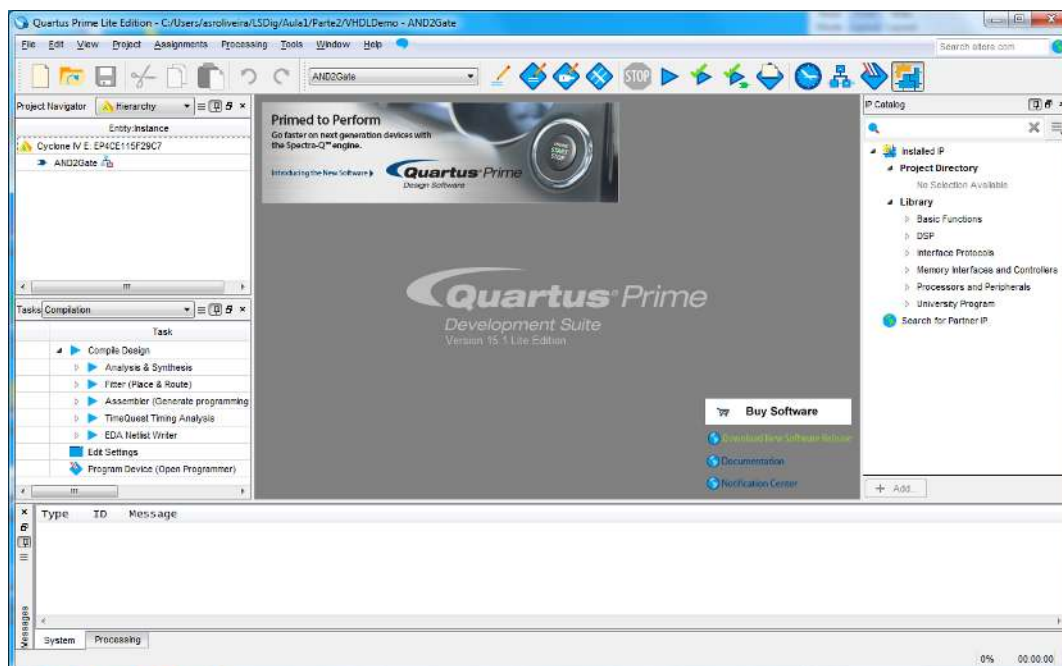

Figura 32 – “Quartus Prime” IDE após a criação do projeto.
2. Após premir “Finish” o IDE “Quartus Prime” deve apresentar o aspeto da Figura 32.